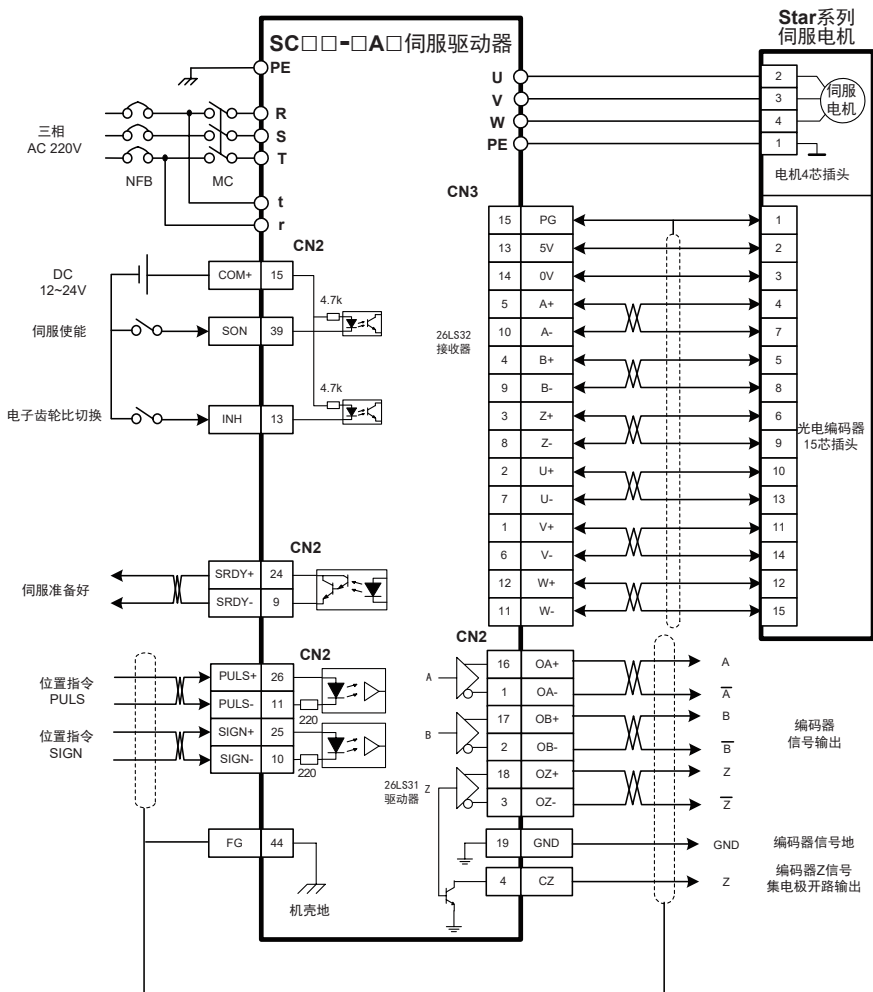

图 7.13 动态电子齿轮使用接线图
- 按图 7.13 接线，主电路端子，三相 AC 220V 接 R、S、T 端子。